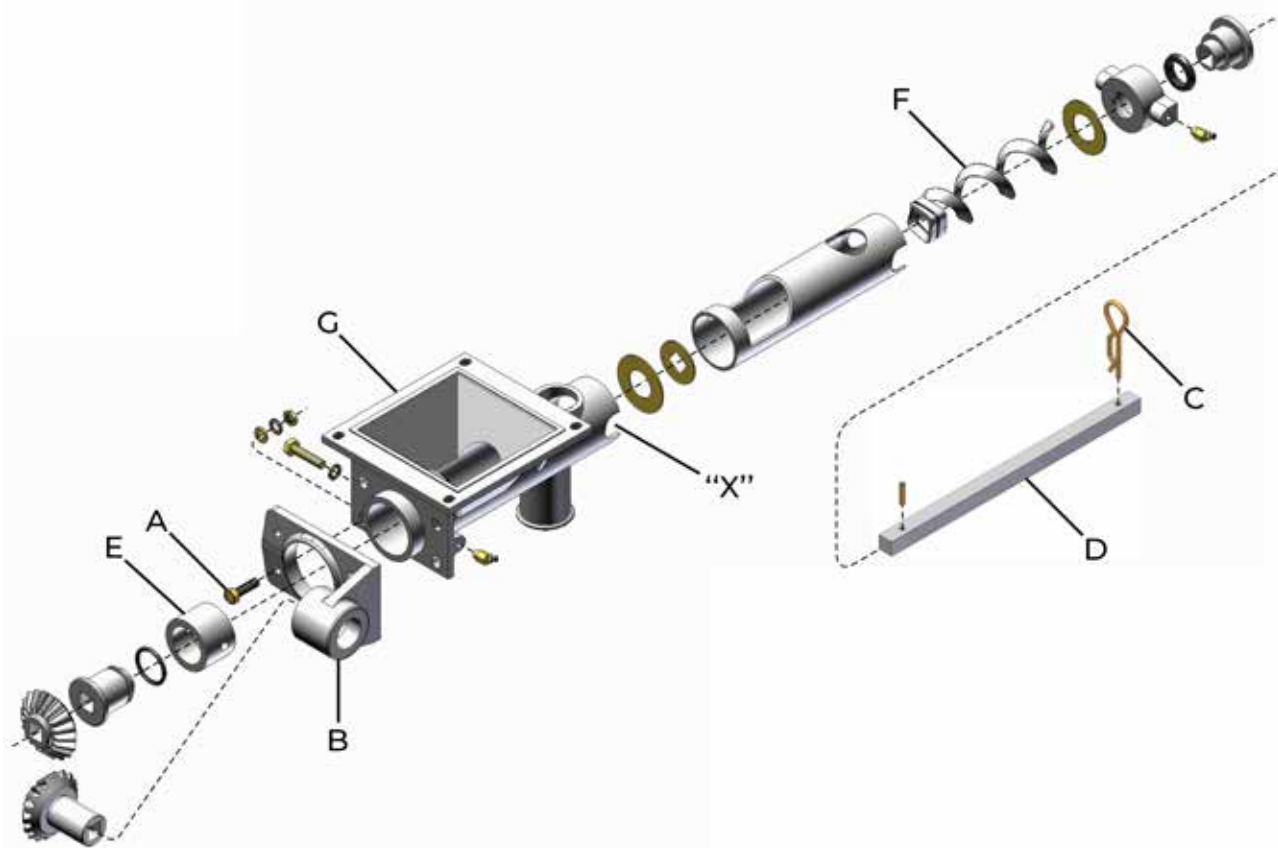

fig. 54
- 1- Afrouxe os parafusos (A) (fig. 54), que fixam a base das engrenagens (B) liberando-a.
- 2- Retire o contrapino (C) e o eixo (D) no sentido do pino elástico que não precisará ser desmontado.
- 3- Retire a bucha (E) e a mola sem-fim (F) pela extremidade ("X") da estrutura (G).